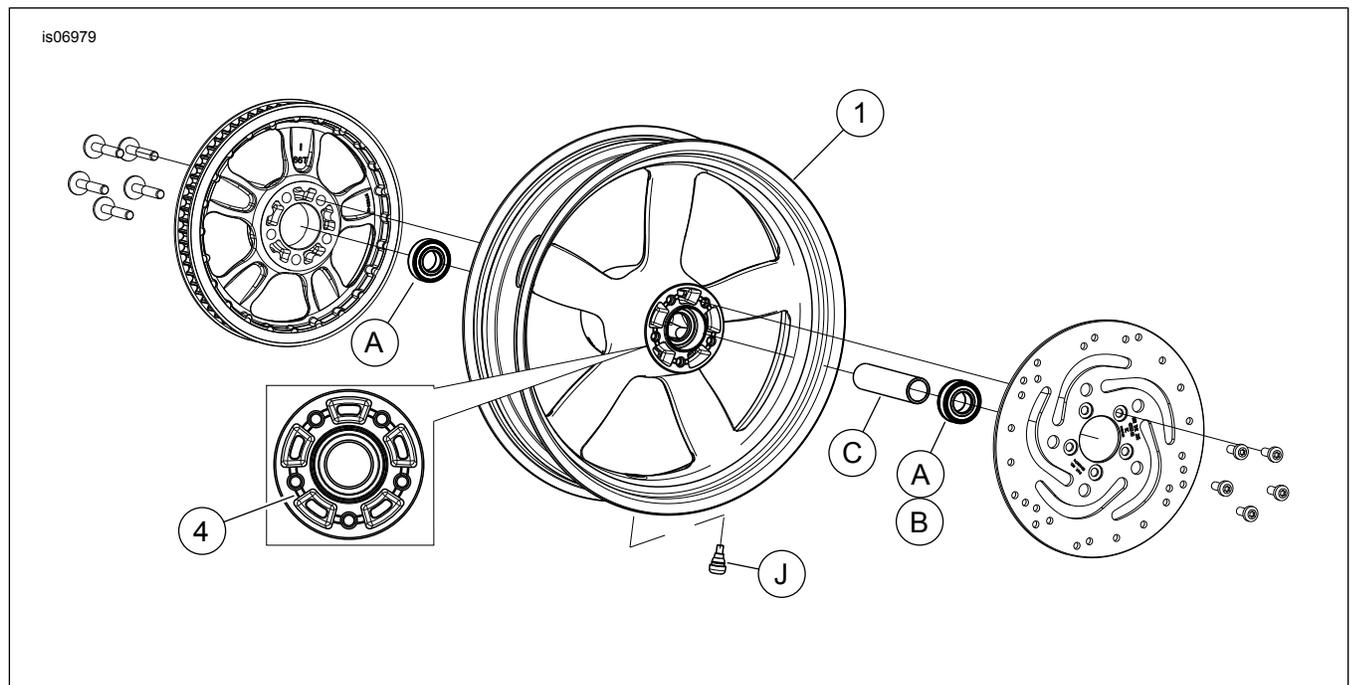

Figura 1. Peças de reposição: Roda traseira Vapor (17 pol. mostrada)
Veja Figura 1 e as tabelas de peças de reposição.
2. Veja Figura 1. Instale o conjunto da haste de válvula (J) na roda. Consulte o Manual de serviço.